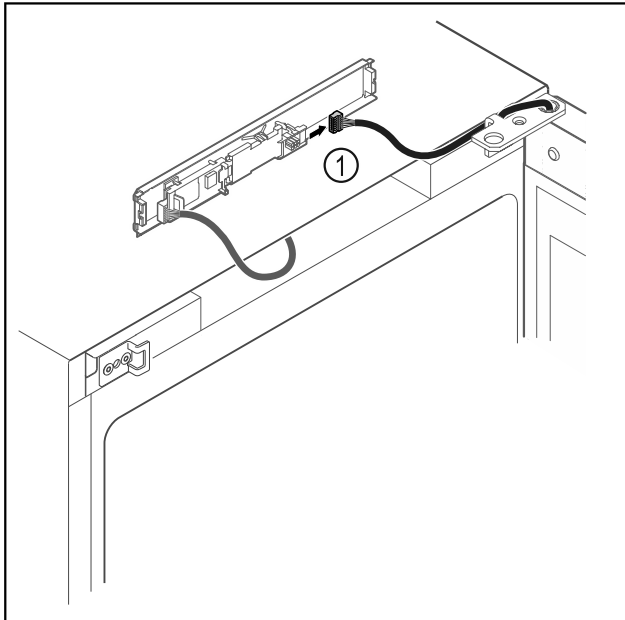

Fig. 18
- Stekker Fig. 18 (1) van printplaat loskoppelen.